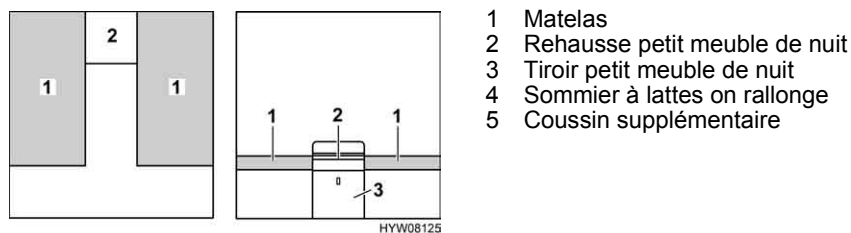

Fig. 115 Avant la transformation
- Retirer la rehausse du petit meuble de nuit (Fig. 115,2) et la mettre de côté.